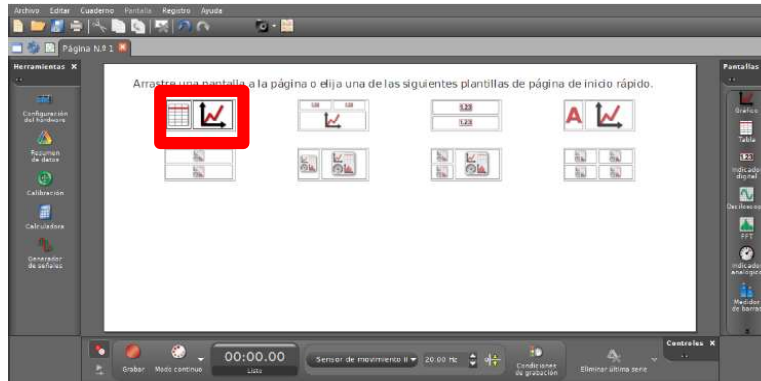

Figura No. 2
4. Con el fin de graficar los datos de posición y tiempo durante el movimiento, basta con seleccionar la opción que contiene de manera predeterminada una gráfica, así como una tabla (*Figura No. 2*). Esta acción mostrará una ventana de registro de datos.